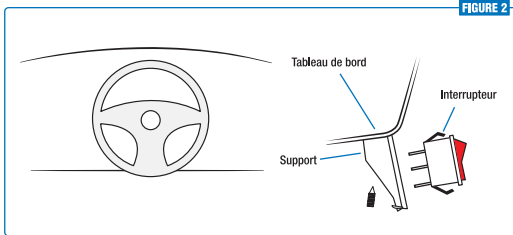

FIGURE 2
- 6 Installer l'interrupteur sur le tableau de bord. Si aucune ouverture n'est disponible sur votre tableau de bord, trouver un endroit où monter le support. Veiller à ce qu'il n'y ait aucune obstruction derrière l'emplacement de l'interrupteur. Voir la Figure 2.